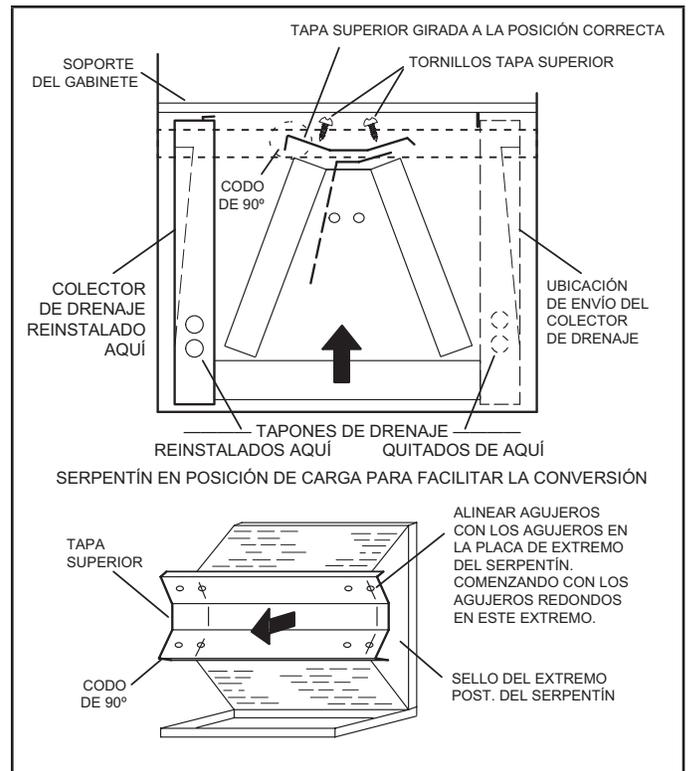

FIGURA 11. Modificación en el sitio para la descarga a la izquierda
- 7 - Gire la tapa superior 180° de adelante hacia atrás y alinéela con los orificios para tornillos sin usar. Los orificios se deben alinear con las placas del extremo trasero del serpentín. La tapa superior tiene un codo de 45° en un lado y un codo de 90° en el otro. **El codo de 90° debe estar en el mismo lado que el colector de drenaje horizontal como se muestra en la Figura 11.**
- 9 - Instale el protector horizontal (modelo -060) en el borde delantero del colector de drenaje horizontal como se ilustra en la Figura 11.